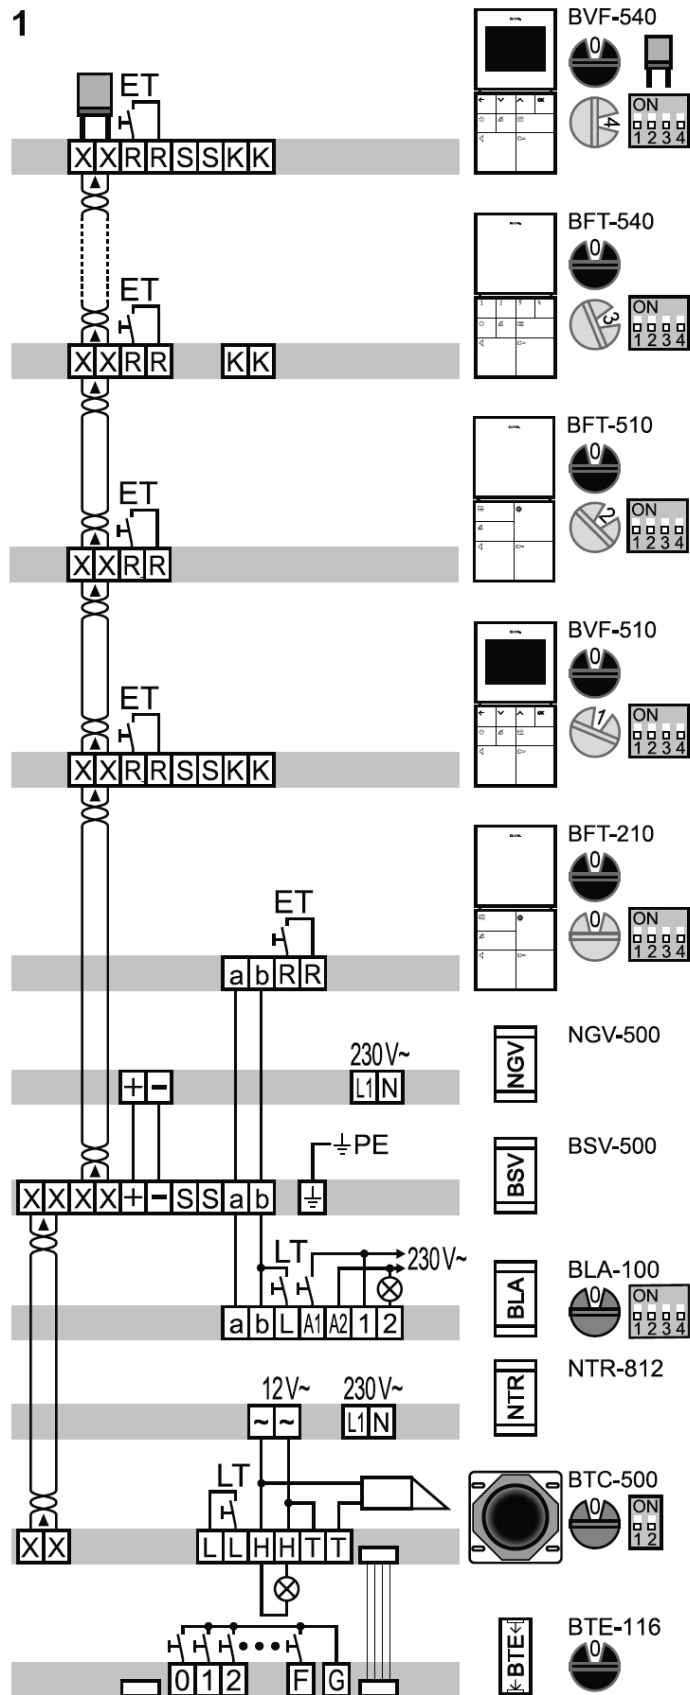

Bild: 1
Haustelefon anschließen (Bild 1)
- Haustelefon gemäß Anschlussplan (Bild 1) anschließen.
Bei einer Durchgangsstruktur wird die Busleitung X/X von einem Haustelefon zum anderen Haustelefon geschleift (Bild 1 und 2).